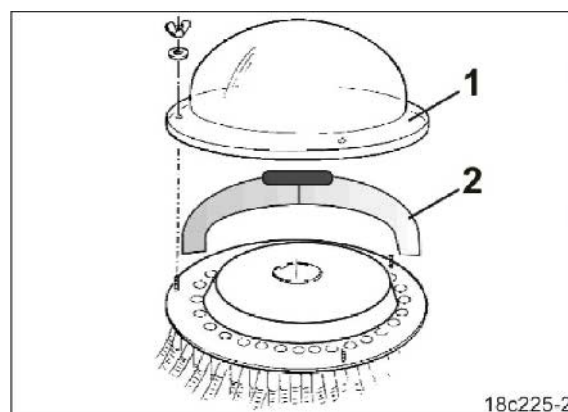

Рис. 134
2. Снимите внешнюю крышку распределителя (Рис. 134/1).
3. Установите режим работы (Рис. 134/2) таким образом, чтобы была прервана подача посевного материала к соответствующим сошникам.